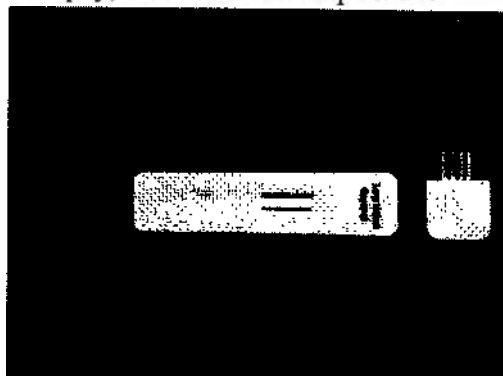

Рис. 24 Карта контроля качества и ID карта
- 1) Возьмите карту контроля качества низкого уровня флуоресценции и соответствующую ей ID карту, как показано на рис. 24.